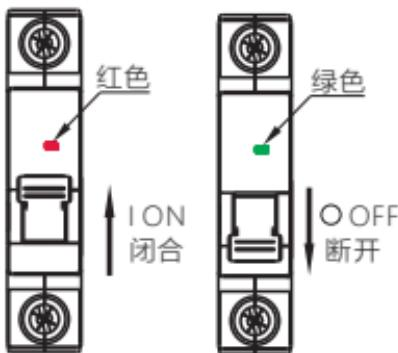

图2 NBH-63(H)闭合、断开状态指示
5.1 安装使用前先检查断路器标志与所使用的工作条件是否相符；断路器闭合、断开状态指示如下图2